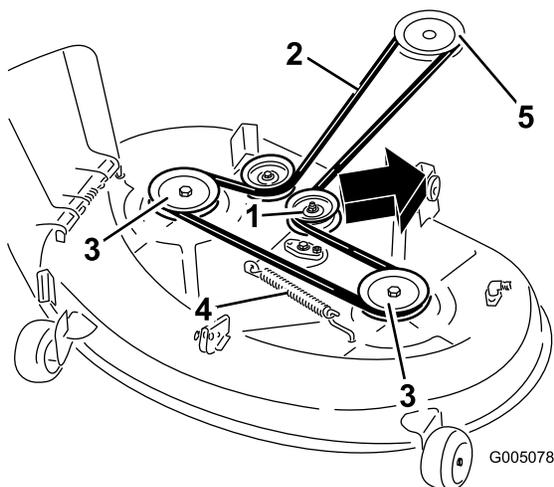

Figure 47
5. Tirez la poulie de tension dans la direction indiquée (Figure 47) et retirez la courroie des poulies.
6. Acheminez la courroie neuve autour de la poulie du moteur et des poulies du plateau de coupe (Figure 47).
7. Tirez la poulie de tension dans la direction indiquée à la Figure 47 et acheminez la courroie autour de la poulie de tension (Figure 47).